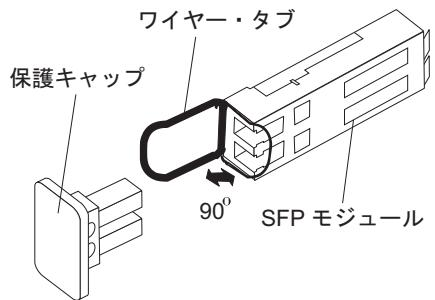

図 15. SFP モジュールおよび保護キャップ
2. 39 ページの図 15 に示すように、SFP モジュールから保護キャップを取り外します。将来の利用に備えて、保護キャップを保管しておきます。
2. 必要があれば、39 ページの図 15 に示すように、SFP モジュールから保護キャップを取り外します。将来の利用に備えて、保護キャップを保管しておきます。